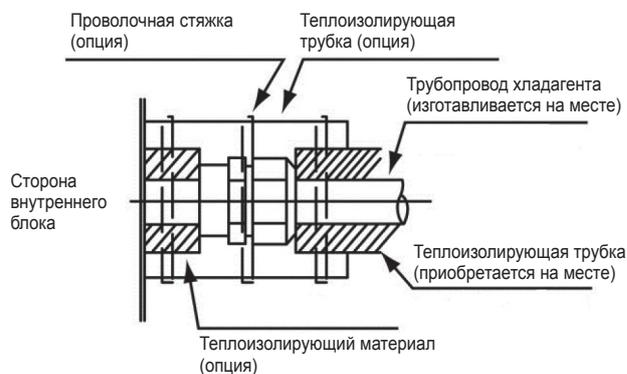

Рисунок 5.5. Теплоизоляция труб
(3) После завершения соединений теплоизолируйте трубопровод хладагента с помощью приобретаемой на месте теплоизолирующей трубки. См. рис. 5.5.